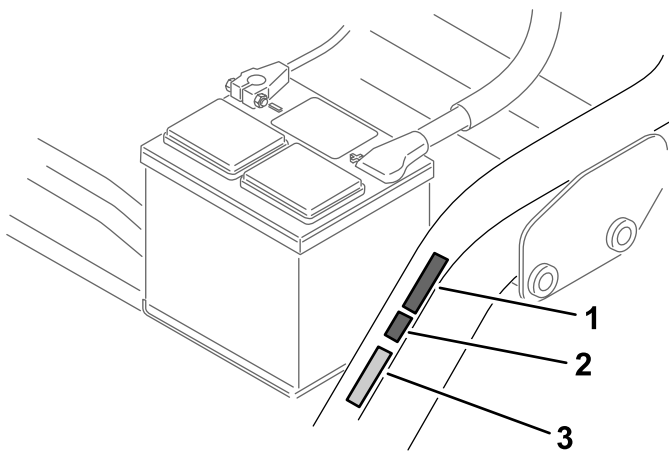

Figura 17
- Applicare l'adesivo del marchio CE accanto alla piastra del numero di serie (Figura 17).
- Applicare l'adesivo dell'anno di produzione CE accanto all'adesivo del marchio CE (Figura 17).